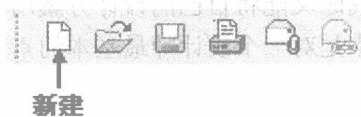
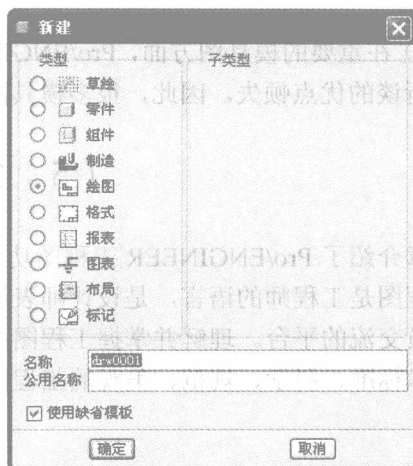

图 2-1 创建新对象
图 2-2 “新建”对话框
- 02 单击如图 2-1 所示的新建按钮,弹出“新建”对话框,如图 2-2 所示。